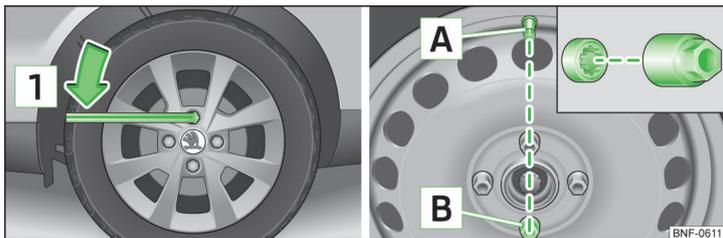

Fig. 112 **Changement de roue : Desserrez les boulons des roues / position relative de la valve de la roue et du boulon de roue antivol**
Veillez à ce que le boulon de roue antivol **B** se trouve en face de la valve de roue **A** » fig. 112.
- Saisissez la clé par son extrémité et faites décrire au boulon environ **un tour** dans le sens de la flèche **1** » fig. 112.
- Saisissez la clé par son extrémité et faites tourner le boulon dans le sens inverse de la flèche **1** » fig. 112 jusqu'à ce qu'il soit bien serré.